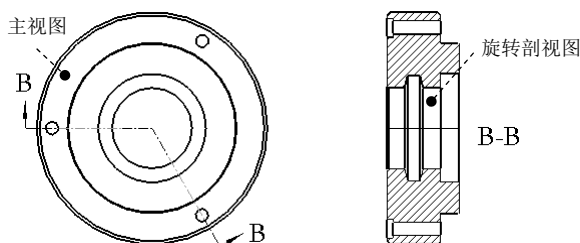

图 3.8.46 旋转剖视图
旋转剖视图如图 3.8.46 所示，操作步骤如下。
Step2. 先单击选中图 3.8.46 所示的主视图，然后右击，从系统弹出的快捷菜单中选择 **投影** 命令。
Step7. 添加箭头。选取图 3.8.46 所示的旋转剖视图，然后右击，从弹出的快捷菜单中选择 **添加箭头** 命令；单击主视图，系统自动生成箭头。